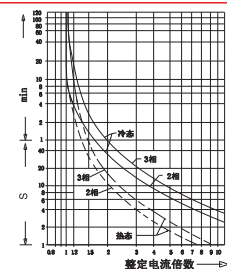

图1 热继电器时间-电流特性曲线(+20℃)
4.2 热继电器的脱扣级别为10A级(JR36-160为20级)，其时间-电流特性曲线见图1